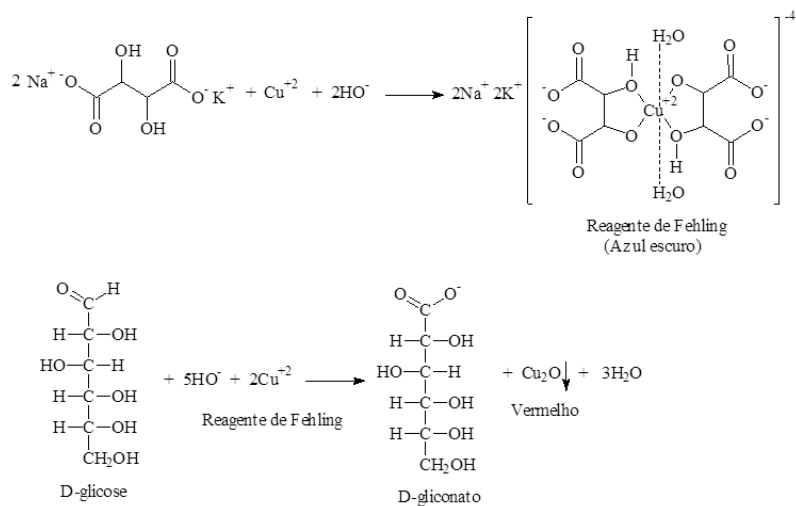

Figura 6 - Reação de Fehling.
o hidróxido é estabilizado formando um complexo azul escuro com o tartarato (Figura 6). Em seguida o Cu (II) é reduzido a Cu (I) e o aldeído oxidado a carboxilato, originando um precipitado amarelo ou vermelho de Cu₂O (Figura 6).